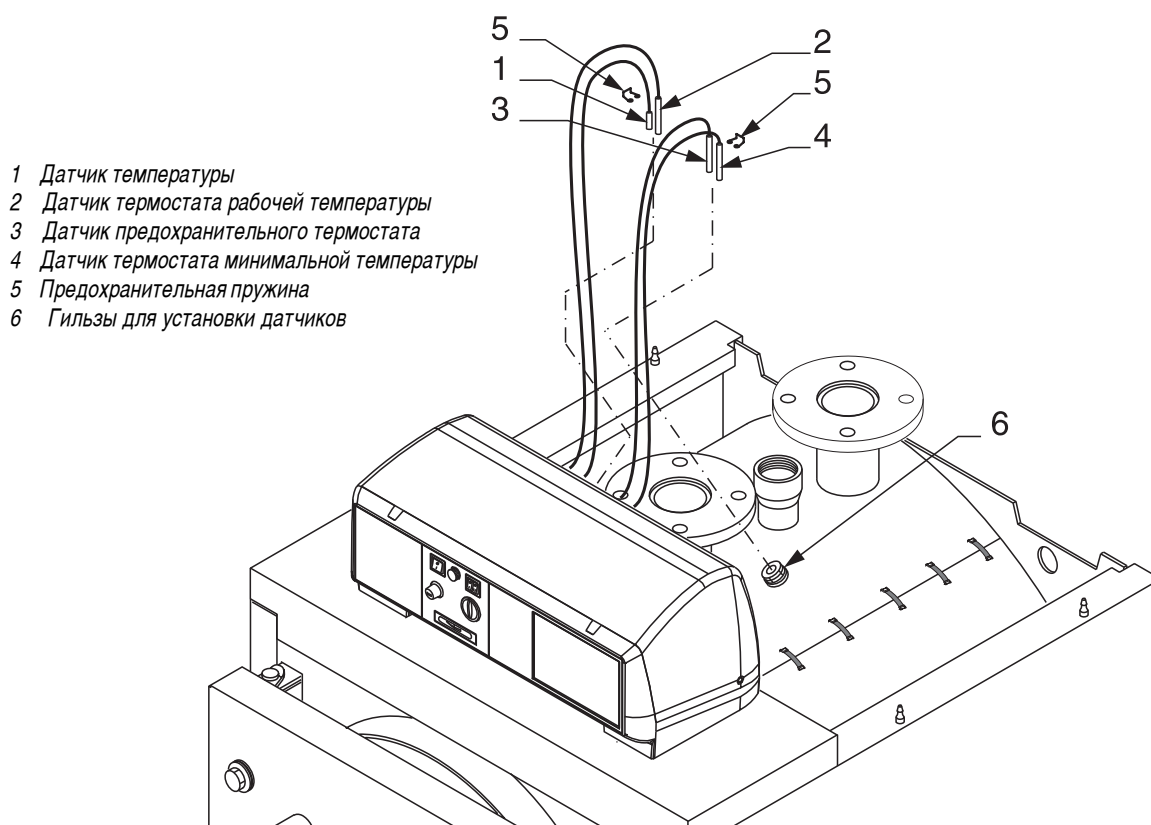

рис. 30
- Ф) Вставить датчики приборов в манжеты, как показано на рис. 30 и подключить пульт управления к электропитанию, к горелке, насосам, и т.д. Закрыть крышку панели управления. Провести кабель горелки через зажимную панель проводов (поз. 9) со стороны его выхода и зафиксировать кабель при помощи прилагаемого хомута. Зафиксировать маленькие панели (поз. 9) на боковых панелях обшивки. С обратной стороны котла аккуратно соединить выходящие электрические кабели в связку при помощи прилагаемого зажима.
- F) Вставить датчики приборов в манжеты, как показано на рис. 30 и подключить пульт управления к электропитанию, к горелке, насосам, и т.д. Закрыть крышку панели управления. Провести кабель горелки через боковую панель (поз. 5) со стороны, удобной для подключения и зафиксировать кабель при помощи прилагаемого хомута. Зафиксировать маленькие панели (поз. 5) на боковых панелях обшивки. Заблокировать при помощи зажимов выходящие электрические